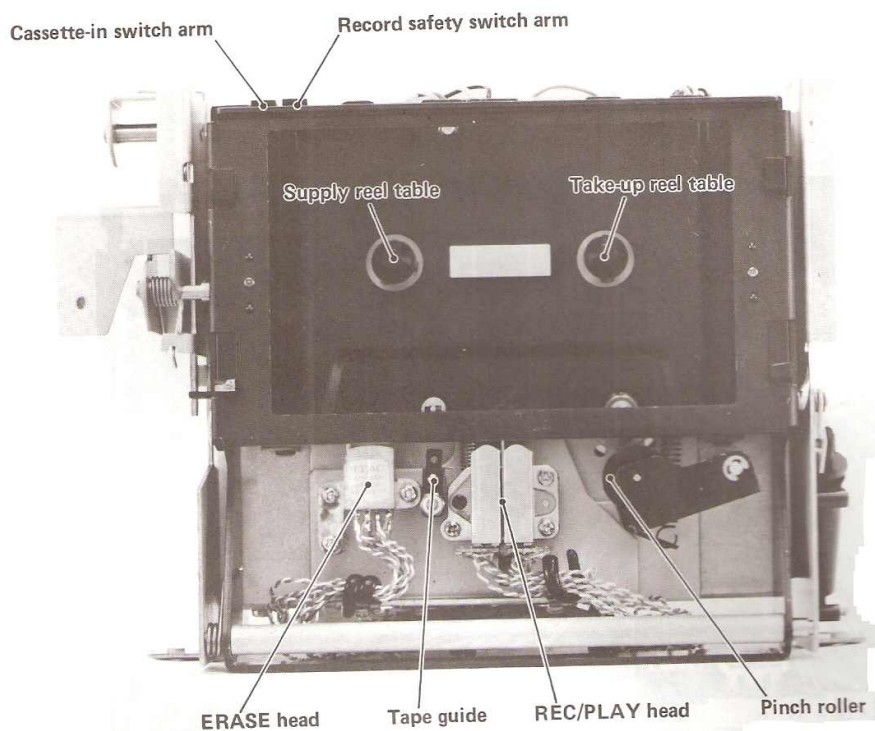

Fig. 3-2 Transport front view トランスポート 前面図
2. Push up the cassette switch (transport protection lever) shown in Fig. 3-2, then while holding the cassette switch up, press the PLAY button to engage the pinch roller and capstan shaft.
1. カセット・イン・スイッチ・アーム (図3-2)を上方に押し、プレイ・モードにする。測定中、スイッチ・アームは上方に押し続けること。